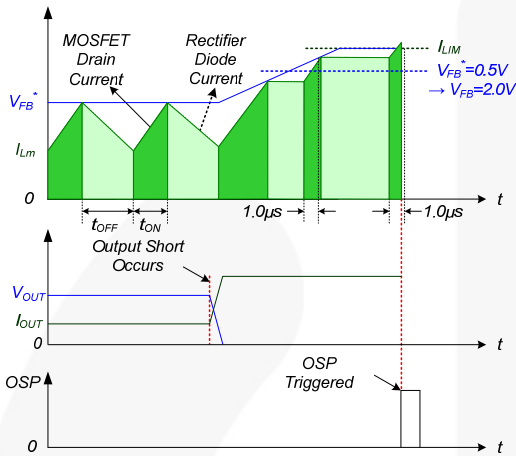

图 24. 输出短路保护
4.3 输出短路保护 (OSP): 如果输出短路, 在最小导通时间内有一个具有极高 di/dt 的陡波电流流过 SenseFET。关断时, 该陡波电流会在 SenseFET 漏极上产生高压应力。为了防止器件发生异常情况, 需包含 OSP。包括检测 V_{FB} 和 SenseFET 导通时间。当 V_{FB} 高于 2.0 V 且 SenseFET 导通时间小于 1.0 μs , 这种情况被认为发生异常错误, PWM 开关停止直至 V_{CC} 再次达到 V_{START} 。异常状态输出短路如图 24 所示。